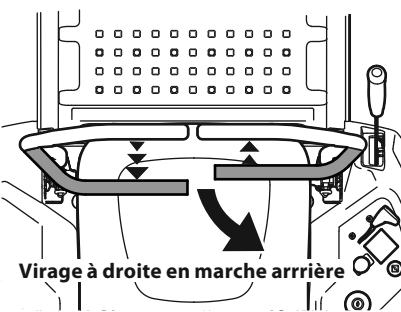

Figure 30
2. Pour tourner à droite en marche arrière, poussez la barre de conduite droite vers l'avant et tirez la barre de conduite gauche vers vous. Voir Figure 30.